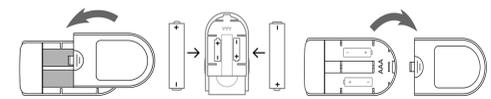

Figura 3. Installazione batterie
- Fare riferimento alla Figura 3 e inserire 2 batterie AAA nel verso corretto.